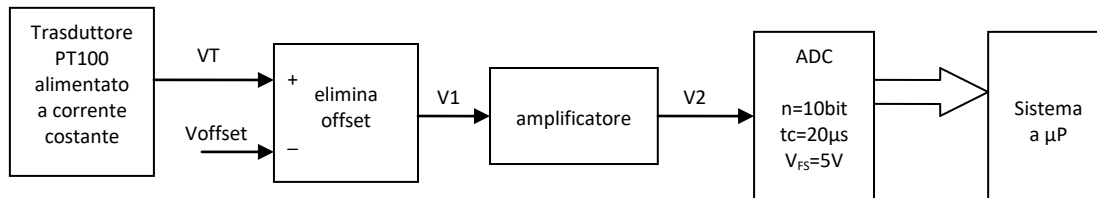
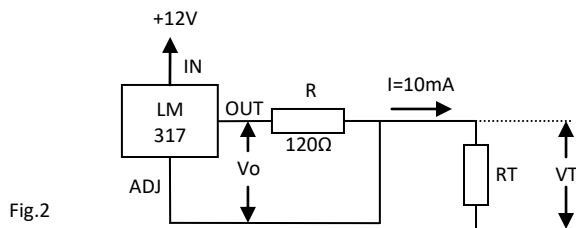

Fig.1
Fig.2
Il sistema di acquisizione dati rappresentato nello schema a blocchi in fig.1 rileva, ad intervalli regolari di tempo, campioni di temperatura grazie alla presenza della termoresistenza PT100 alimentato a corrente costante dal circuito di fig.2 che utilizza il regolatore di tensione LM317.
- 2) V_{offset} da applicare nello schema di fig.1 affinché $V_1=0$ per $T=0^\circ\text{C}$;
- 5) La massima frequenza del segnale V_2 affinché si possa evitare l'utilizzo del S-H con accuratezza $\frac{1}{2}\text{LSB}$ sapendo che l'ADC impiegato ha caratteristiche indicate nel blocco ADC della fig.1;